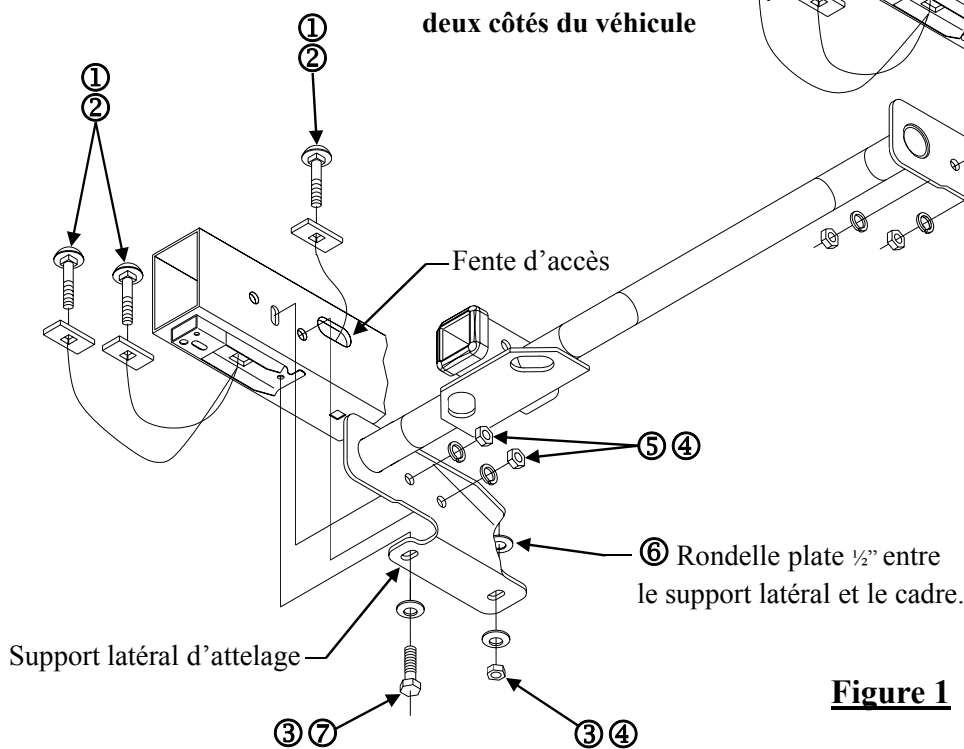

Figure 1
4. À l'aide d'un fil de tirage, faire passer un boulon de carrosserie 1/2 po et son bloc à travers la fente d'accès du cadre du véhicule, puis par en bas à travers l'orifice carré du cadre, et ce de chaque côté, comme illustré sur la figure 1.
Remarque : La rondelle plate DOIT être placée entre le support latéral d'attelage et le cadre à ce point de fixation, d'une façon similaire des deux côtés (voir la figure 1). Installer sans trop serrer les rondelles coniques et les écrous pour maintenir l'attelage en place.